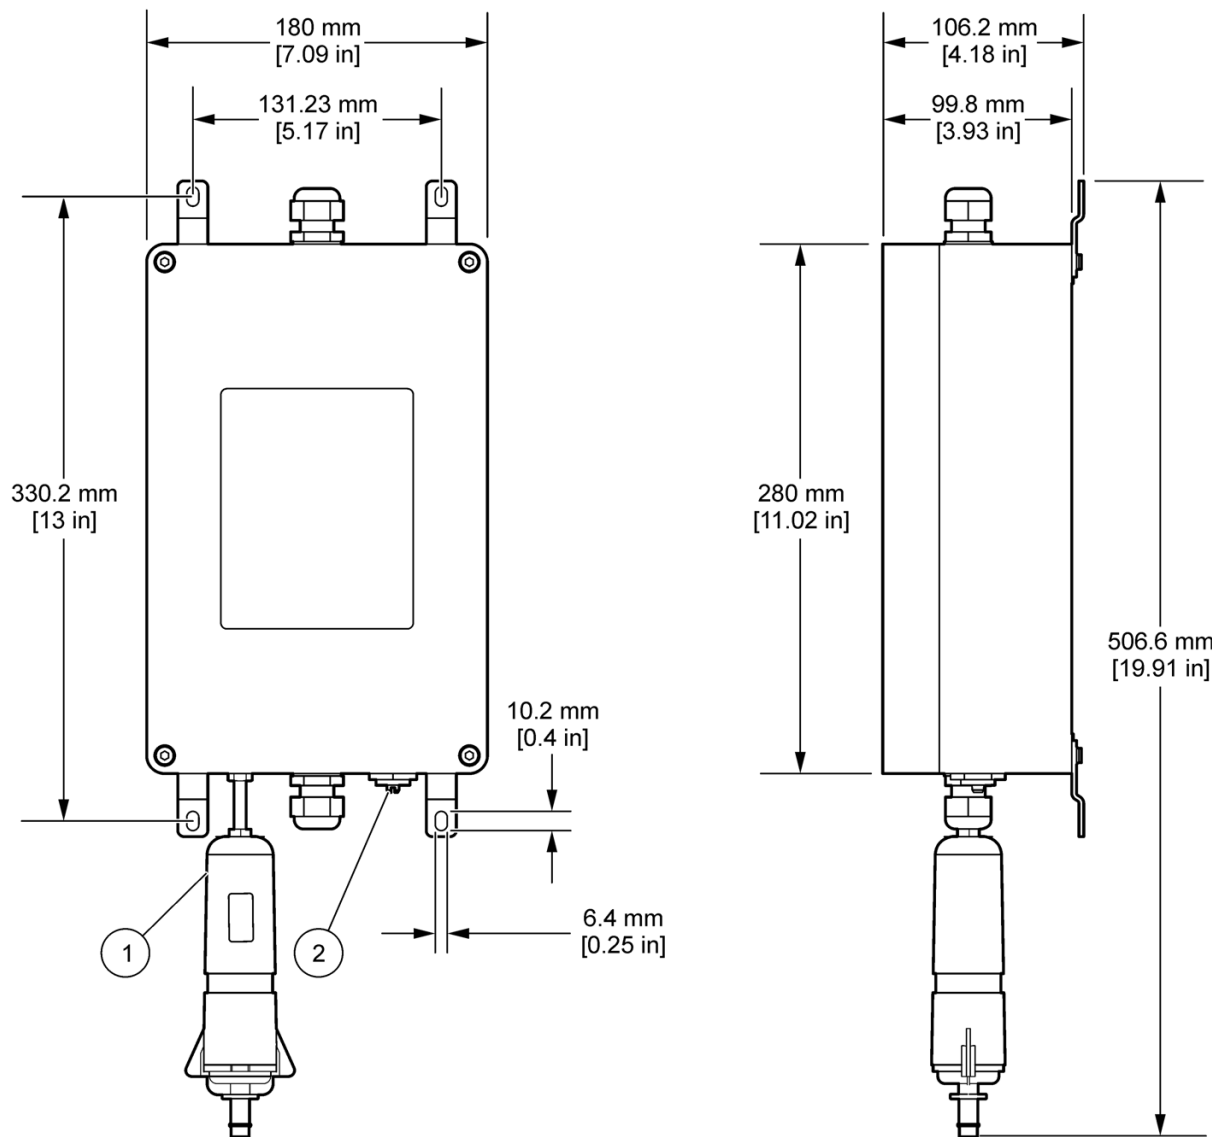

Figura 2 Dimensiones de la barrera
1. Instale la barrera en una pared, en un lugar que no presente riesgos (Figura 2 en la página 11).
11. Conecte una toma a tierra de protección (PEG) al terminal de toma a tierra de la barrera (Figura 2 en la página 11) donde se permita o requiera dicha conexión según la ley o las autoridades locales. Si fuera necesario, utilice un cable de cobre AWG 9 o de mayor sección.